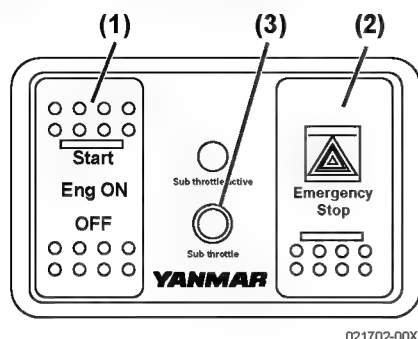

Figure 12
AVIS: Dans les circonstances normales, utilisez l'interrupteur d'allumage (Figure 12, (1)) pour arrêter le moteur. Le moteur s'arrête soudainement lorsque la moitié supérieure de l'interrupteur Emergency Stop (arrêt d'urgence) (Figure 12, (2)) est poussé. Poussez la moitié inférieure de l'interrupteur après que le moteur s'est arrêté pour retourner l'interrupteur au centre.
3. Commande intermédiaire de l'accélérateur (**Figure 12, (3)**).